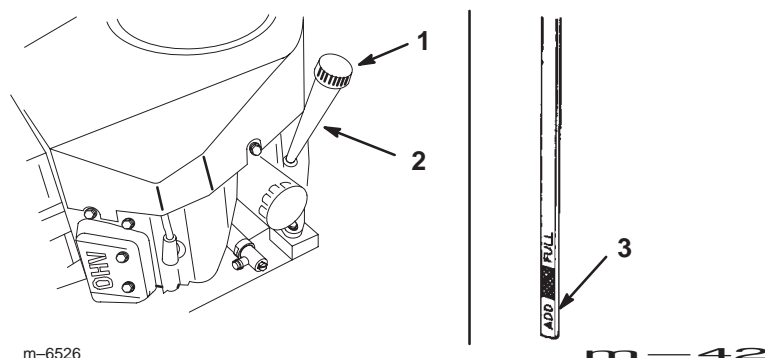

Figure 16
3. Nettoyez la surface autour de la jauge d'huile (Fig. 16) pour éviter que des impuretés ne s'introduisent dans le goulot de remplissage, ce qui risquerait d'endommager le moteur.
4. Dévissez la jauge d'huile et essuyez soigneusement l'extrémité métallique (Fig. 16).
5. Renfoncez la jauge complètement dans le tube de remplissage sans la visser (Fig. 16). Sortez de nouveau la jauge et examinez l'extrémité métallique. Si le niveau est bas, versez lentement juste assez d'huile dans le goulot de remplissage pour amener le niveau au repère du plein (**Full**) sur la jauge.
10. Nettoyez la surface autour de la jauge d'huile et dévissez le bouchon (Fig. 16).
11. Versez lentement environ 80% de la quantité d'huile spécifiée dans le goulot de remplissage (Fig. 16) (voir Changement de l'huile moteur et du filtre, page 23).